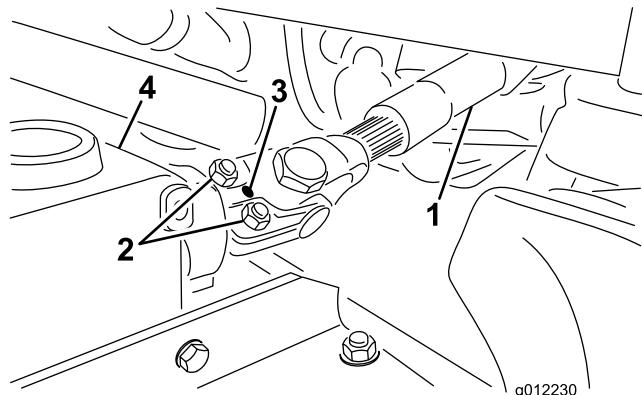

図 5
- オスの PTO シャフトとメスの PTO シャフトを接続する (図 5)。ギアケースの入力シャフトの取り付け穴と PTO シャフト穴とを整列させて相互に接続する。
- ロール・ピンで固定する (図 5)。
- ボルトとナットを締めつける (図 5)。